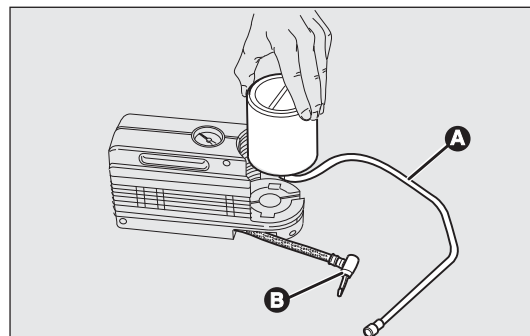

рис. 148
- отсоедините муфту В - рис. 148;